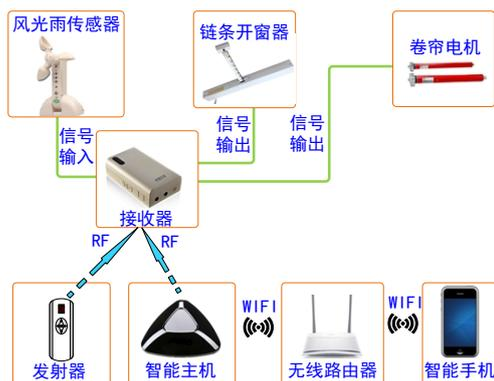
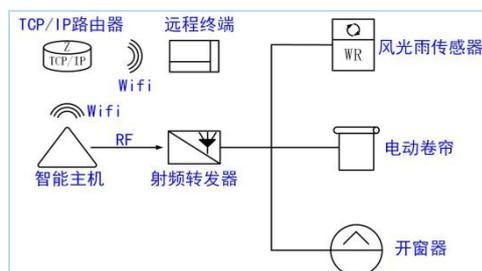
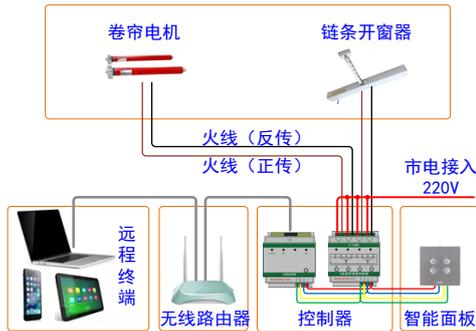
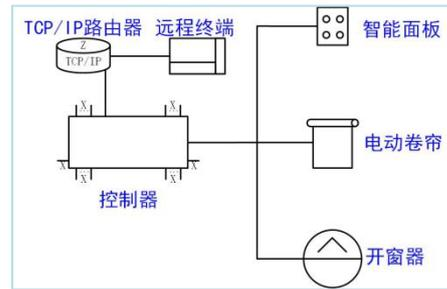

图 1-39 智能家居环境无线控制系统原理图
图 1-40 智能家居环境无线控制系统原理图
图 1-41 智能家居环境总线控制系统原理图
图 1-42 智能家居环境总线控制系统原理图
智能家居环境控制系统包括平移推窗机、电动卷帘、风光雨探测器、风光雨感应控制器、2 频遥控器、数显温湿度计等。图 1-39，图 1-40 所示为智能家居环境无线控制系统原理图，图 1-41，图 1-42 智能家居环境总线控制系统原理图。其中图 1-39，图 1-41 是以实物照片为图例设计的系统原理图，图 1-40，图 1-42 是按照 GB/T 34043-2017 《物联网智能家居 图形符号》国家标准中规定的图形符号设计的系统原理图，为了方便快速学习和理解，我们在图中增加了产品名称。
- 2) 掌握智能家居环境控制系统的工作原理，并绘制系统原理图（参考图 1-39，1-40，1-41，1-42）。